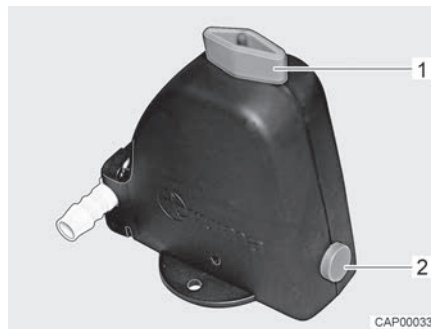
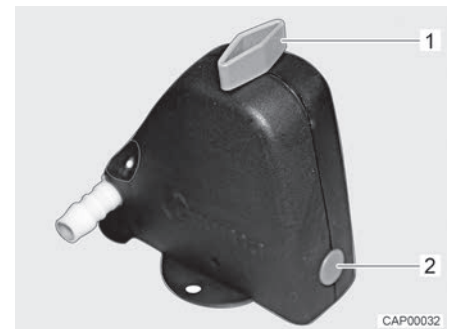

Bild 190 Sicherheits-/Ablassventil geöffnet
Bild 191 Sicherheits-/Ablassventil geschlossen
- Sicherheits-/Ablassventil schließen. Dazu Drehknopf (Bild 190,1) quer zum Sicherheits-/Ablassventil drehen und Druckknopf (Bild 190,2) hineindrücken. Das geschlossene Sicherheits-/Ablassventil ist in Bild 191 dargestellt. Bei Temperaturen unter 6 °C lässt sich das Sicherheits-/Ablassventil nicht schließen.